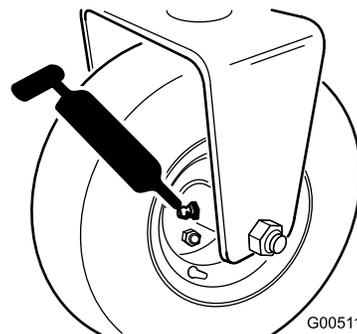

Figura 28
- Conjunto do cubo do cilindro traseiro ou, se instalado com um kit de tração às 3 rodas, engates da roda traseira e rolamento esférico externo (1) (Figura 28)